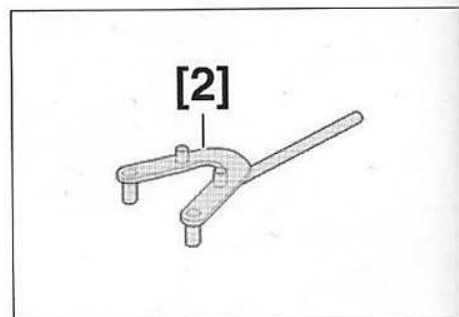

FIG.115
- [2]. Outil de maintien de la roue dentée d'arbre à cames (référence : 0132-AA) (Fig.115)